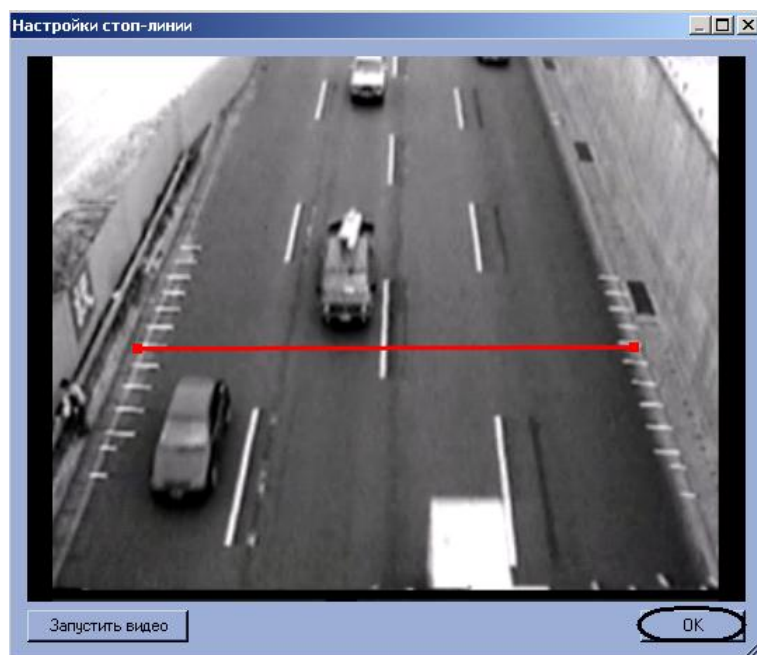

Рис. 7.2—33 Задание стоп-линии
- 4.3 Задать стоп-линию. Для этого требуется навести курсор мыши на один из краев дороги, нажать левую клавишу мыши и, не отпуская левой клавиши мыши, сместить курсор на другой край дороги в кадре видеоизображения (см. Рис. 7.2—33).